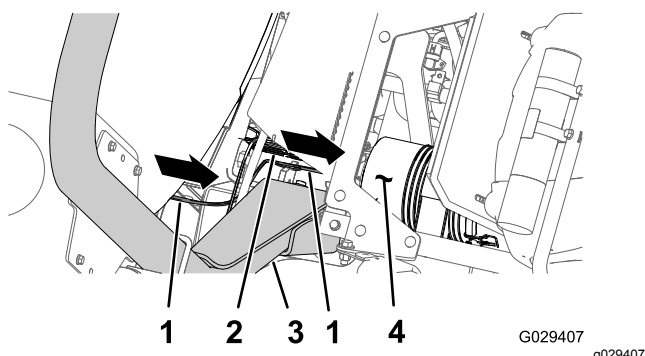
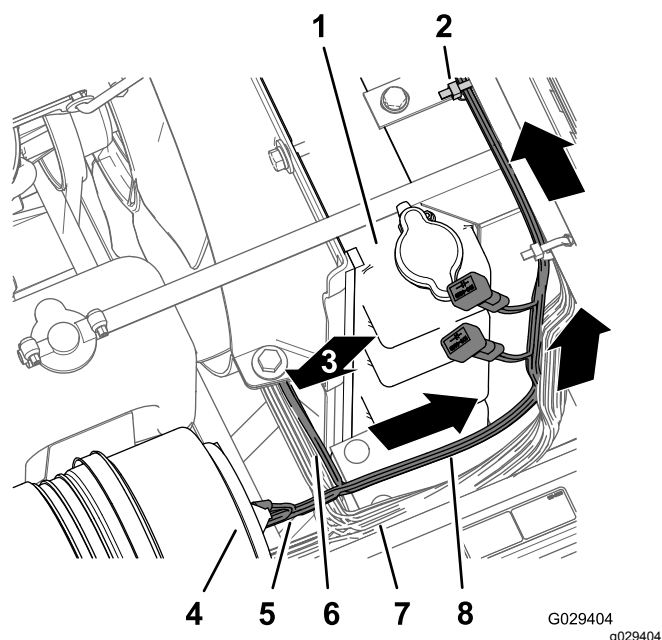

Рисунок 192
Рисунок 193
1. Проложите жгут проводов для доводочного комплекта вперед между штангой ROPS и нижним углом бака опрыскивателя, вдоль жгута проводов машины и под воздухоочистителем двигателя (Рисунок 192 и Рисунок 193).
2. Проложите ответвление длиной 197 см для моторного отсека, отходящее от жгута проводов (вместе с круглой клеммой, клеммной розеткой и 5-гнездовым разъемом), вверх вдоль правой стороны радиатора, поперек верхней части радиатора, под основанием среднего пульты (Рисунок 193).